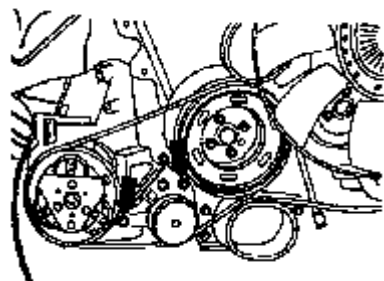

图 4-117 拆下多楔皮带
(2) 拆卸多楔皮带前，须用粉笔标出旋转方向，若皮带沿错误方向运转，则可能断裂。拧松空调多楔皮带张紧轮紧固螺栓（图 4-117 箭头所示），松开多楔皮带并将其拆下。